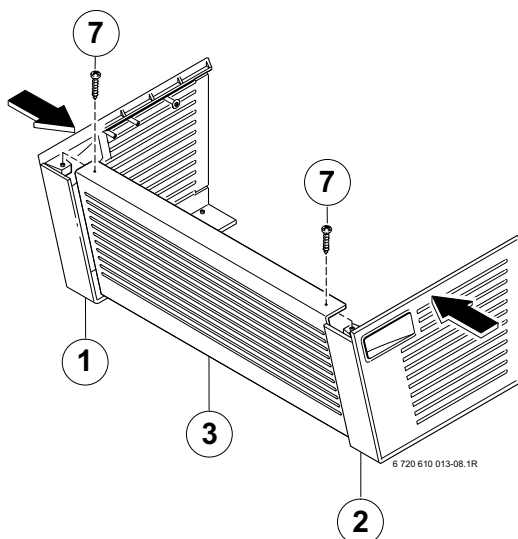

Bild 7
- Seitenteil links (1) in Vorderwand (3) einschieben und mit Schraube (7) sichern (siehe Bild 7).
- Seitenteil rechts (2) in Vorderwand (3) einschieben und mit Schraube (7) sichern (siehe Bild 7).